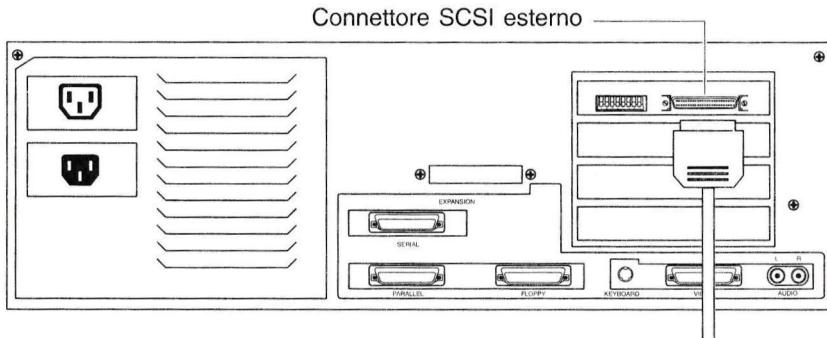

Figura 8. Collegamento di un dispositivo con il connettore esterno
4. Inserire il connettore del cavo dispositivo SCSI (o adattatore) nel connettore SCSI esterno sulla scheda A4091, illustrata in Figura 8. Allineare correttamente i due pezzi per congiungerli direttamente, perché l'accoppiamento è stretto. Spingere sino a fissare i fermagli di ritegno. Premere i pezzi rettangolari di metallo su entrambi i fianchi del connettore per sganciare i fermagli di ritegno qualora si inserisca o si tolga il connettore.